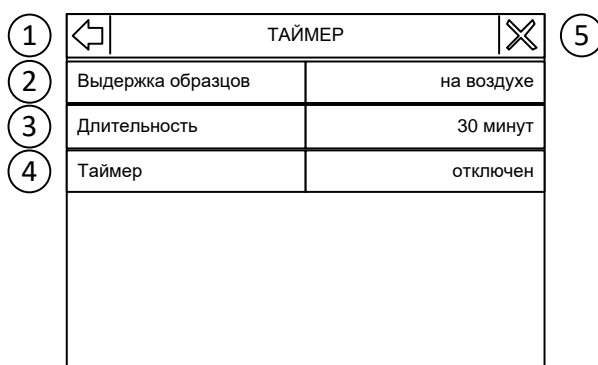

Рисунок 7 – Меню таймера
4.3.2 При подготовке проб для соблюдения требуемых временных интервалов возможно использование встроенного таймера; для вызова меню таймера в окне ожидания нажать кнопку **[ТАЙМЕР]** (см. рисунок 7).